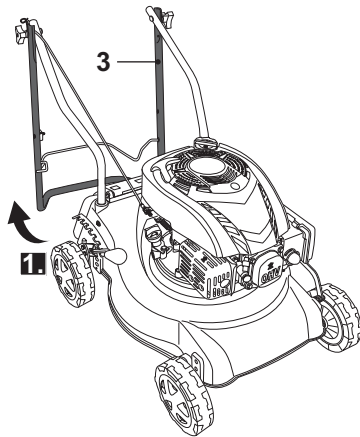
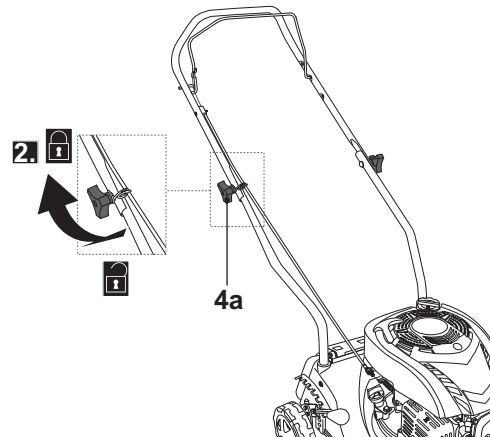

Fig. 5
Fig. 6
- > Dépliez la barre supérieure de la poignée [3] (Fig. 5) et serrez les boutons [4a] dans le sens horaire pour la fixer (Fig. 6).